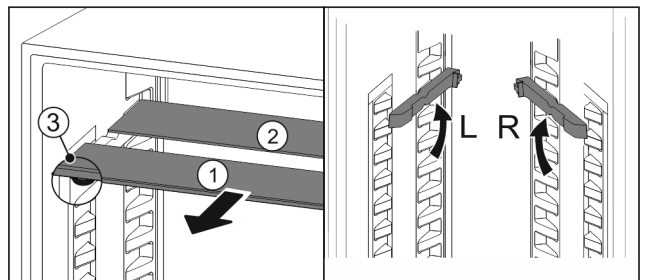

Fig. 110
- estrarre i ripiani di vetro singolarmente tirando in avanti Fig. 110 (1).
- ▷ Il piano in vetro Fig. 110 (1) con il motivo ornamentale è nella parte anteriore.
▷ I fermi Fig. 110 (3) sono rivolti verso il basso.